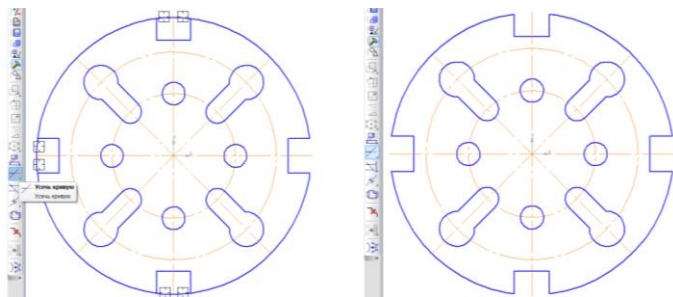

Рис. 130 – Редактирование пазов
9.1. **Редактирование пазов.** В компактной панели инструментов активизируйте панель **Редактирование**, выберите команду **Усечь кривую** и удалите ненужные части объектов (последовательно) нажимая левую кнопку мыши (рисунок 130).